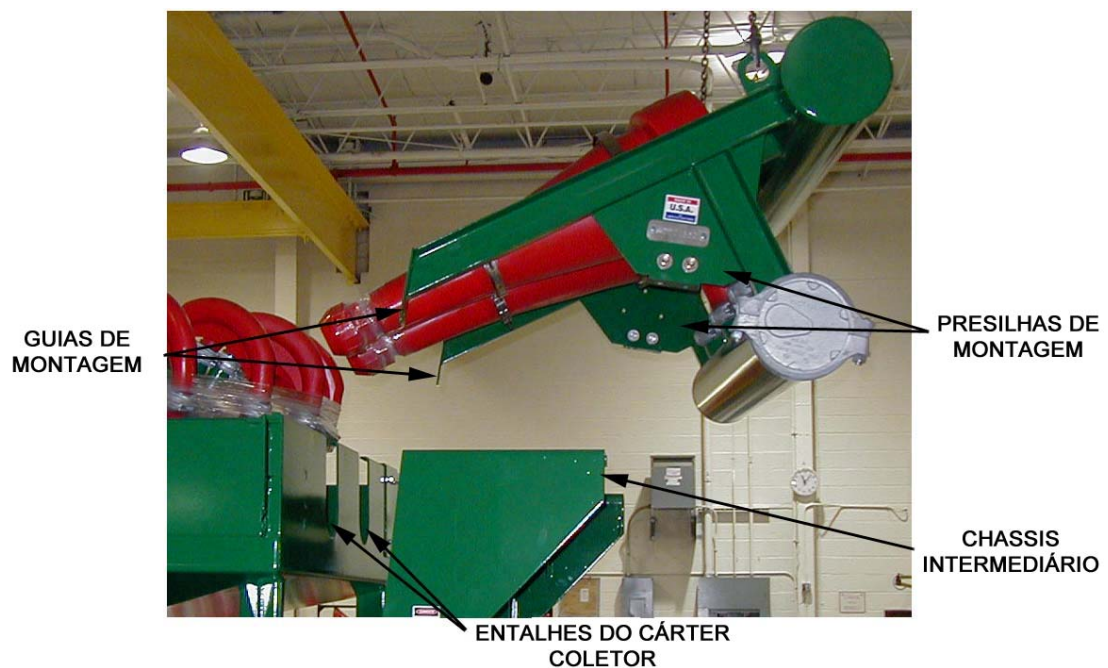

Figura 3-8 Abaixando a Centrífuga de Areia até o Cártter Coletor
12. Cuidadosamente levante a centrífuga de areia removendo-a do chassis de transporte e oriente com as pontas dos cones alinhado e um pouco dentro dos entalhes no cártter coletor (Figura 3-8).